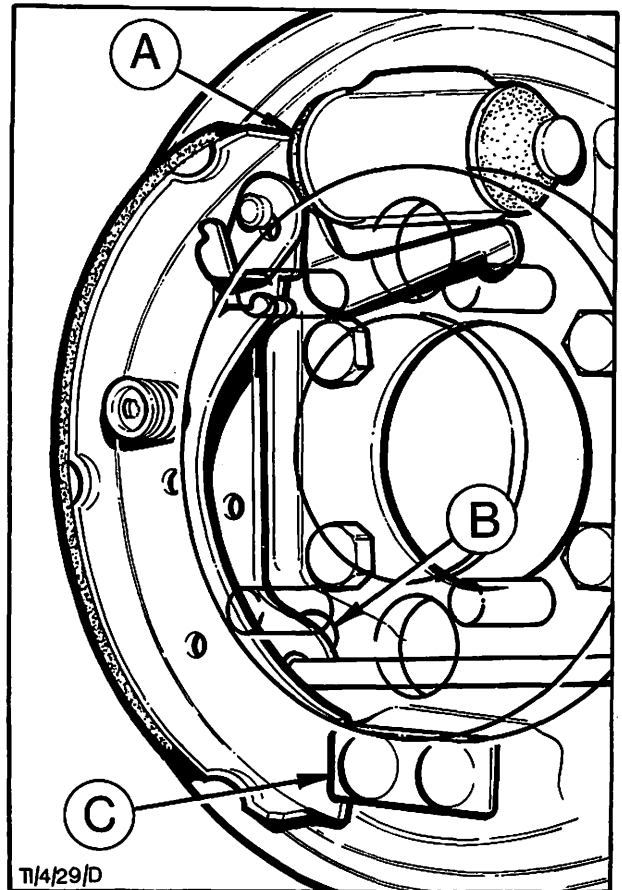

Abb. 52 Hintere (Ablauf-) Bremsbacke
6. Hintere Bremsbacke und Schwinghebel zusammenbauen und Schwinghebelsicherung auf den Drehzapfen montieren. Diese Backe an Radbremszylinder A und Stützlager C, Abb. 52, in Einbaulage bringen, dabei sicherstellen, daß der Schwinghebel vor dem Prüfstift B liegt. Anschließend Haltesttift, Feder und Federteller der Bremsbackenbefestigung montieren.